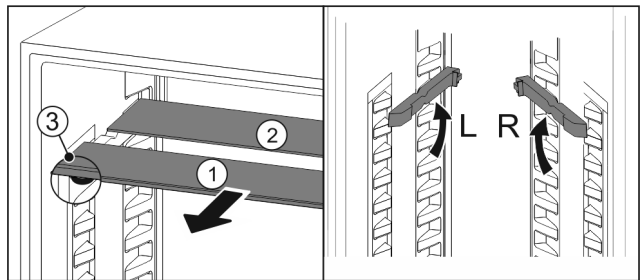

Fig. 92
- ▶ По одной извлеките Fig. 92 (1) стеклянные панели движением вперед.
- ▶ Стеклянная панель Fig. 92 (1) с декоративной планкой лежит спереди.
- ▶ Стопоры Fig. 92 (3) показывают вниз.